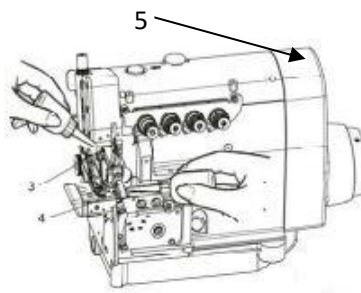
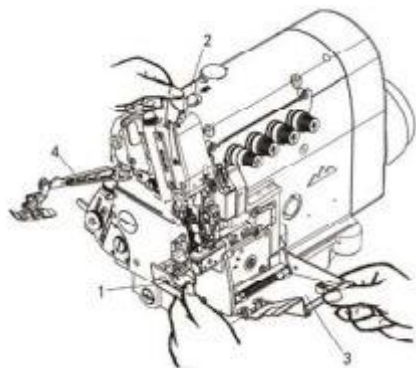

图 3
图 9
首先把(图 3)股位检测抬起然后把(图 3)分层拉开后对第一次使用缝纫机时，以及使用已有一段时间没有使用的缝纫机时，请用给油瓶在针杆 3 和上弯针台 4 处分别 给油 2~3 滴。
1. 请打开分层和放下股位检测（图 3），打开翻盖 1、护眼罩 2、前罩 3、抬压脚臂 4。穿过线以后，请恢复到原来的位置。（图 9）